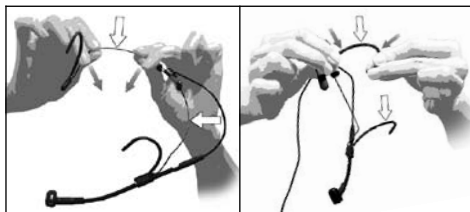

Abb. 6: Nacken-
- Halten Sie den Nackenbügel bzw. Ohrbügel fest an den in Abb. 6 bezeichneten Stellen und biegen Sie **vorsichtig** etwas nach innen.
Siehe Abb. 6.